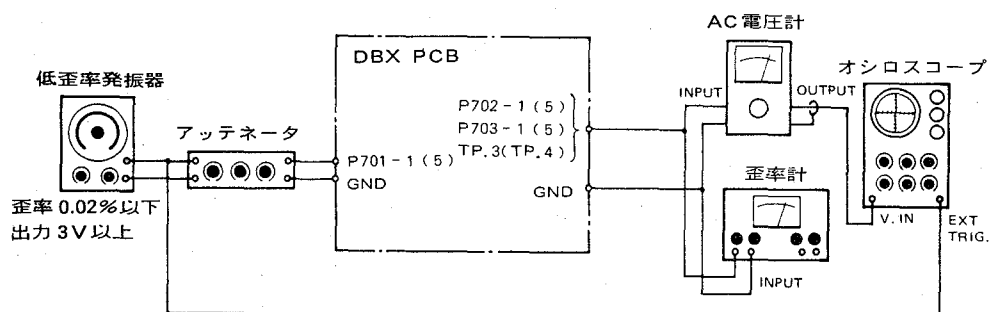
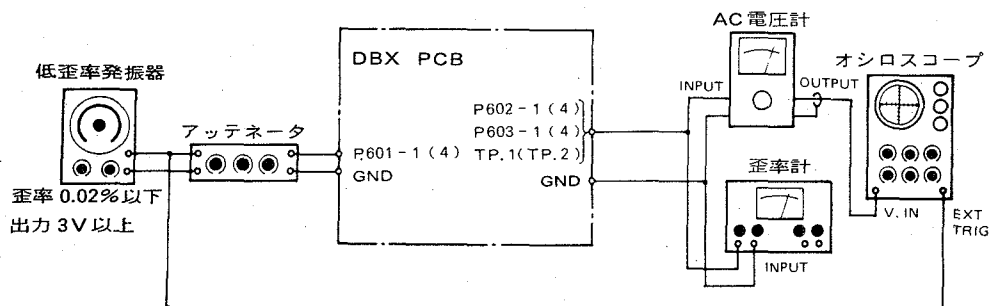
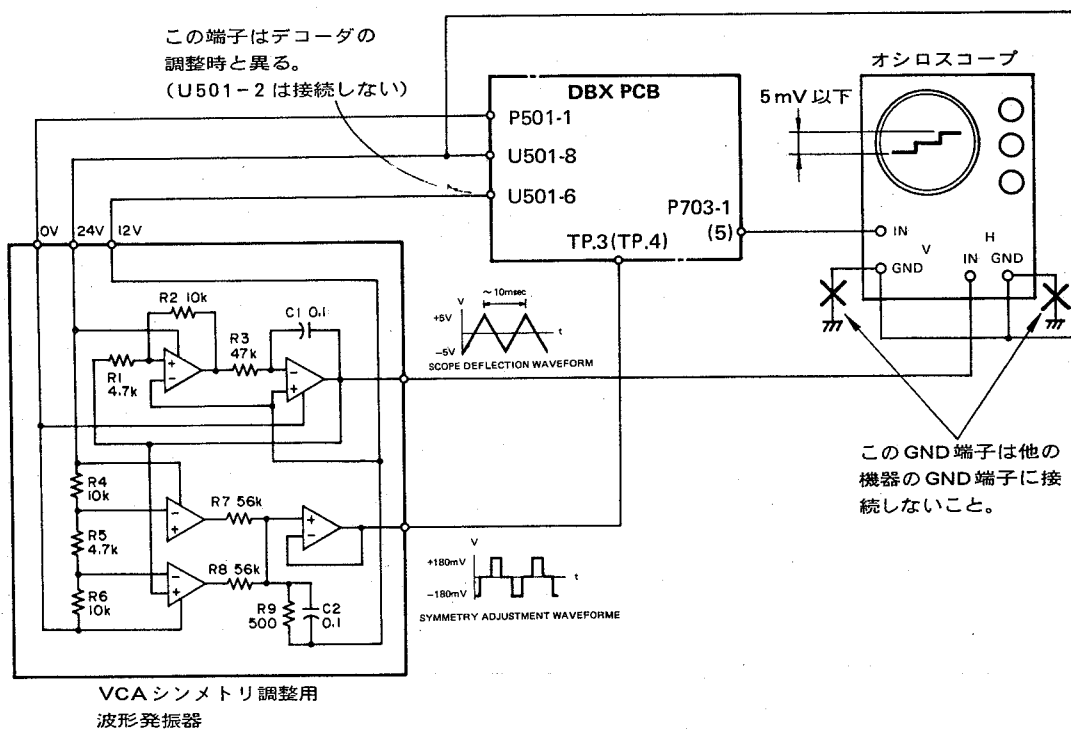
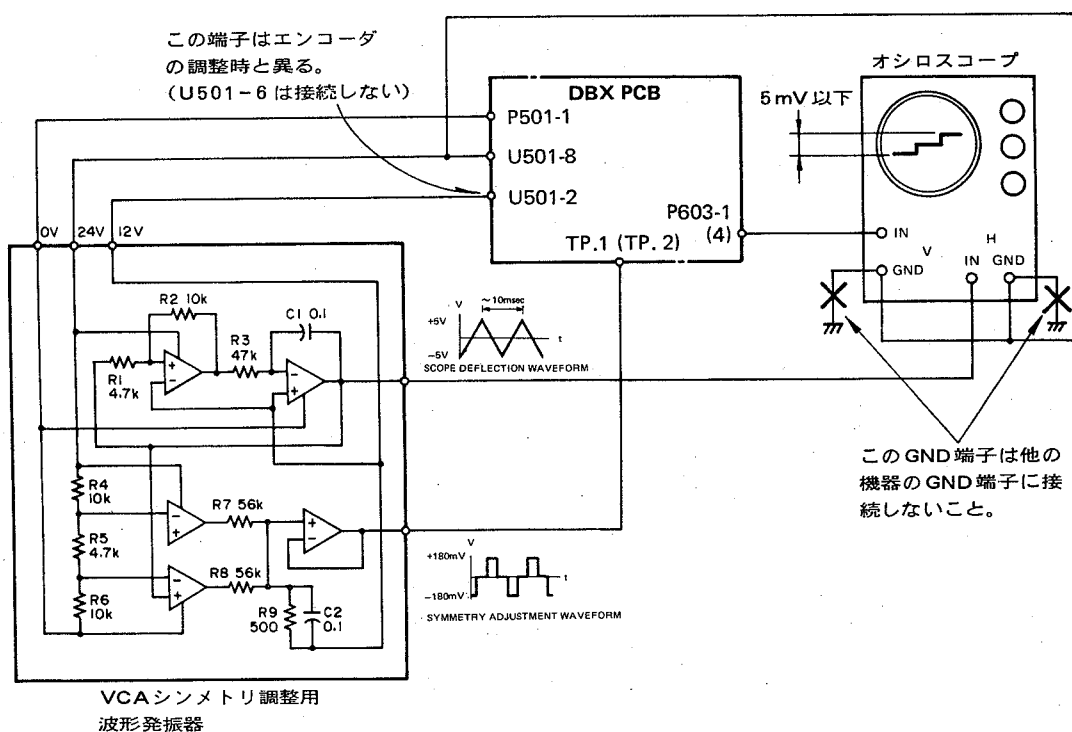

図21 エンコーダ調整時の接続
図22 デコーダ調整時の接続
図 23 VCA シンメトリ調整の接続 (エンコーダ)
図 24 VCA シンメトリ調整の接続 (デコーダ)
- P 701 ~ P 703 の線材を外し、図21のように測定器を接続する。(各コネクタのピン1はLch, ピン5はRch)
- P 701 - 1 (5) に 100 Hz の入力を加え、P 702 - 1 (5) の出力が 300 mV になるよう入力レベルを調整する。
- P 701 - 1 (5) に 1 kHz の入力を加え、P 702 - 1 (5) の出力が 300 mV になるよう入力レベルを調整する。
- 次に P 703 - 1 (5) の出力レベルが 300 mV になるよう R 737 (R 738) を調整する。
- 測定器を図23のように接続する。
- 測定器の接続を図21に戻す。
- 入力信号を 100 Hz, 10 kHz としたとき、R 703 - 1 (5) の出力がそれぞれ 212 mV ~ 238 mV, 165 mV ~ 185 mV であることを確認する。
- 5 項の状態から入力信号を 1 kHz / 300 μV にしたとき P 703 - 1 (5) の出力が 8.95 mV ~ 10.1 mV であることを確認する。(1 kHz バンド・パス・フィルタを使用して測定すること)
- 5 項の状態から入力信号を 1 kHz / 3 V にしたとき、P 703 - 1 (5) の出力が 895 mV ~ 1.01 V であることを確認する。
- P 601 ~ P 603 の線材を外し、図22のように測定器を接続する。(各コネクタのピン1はLch, ピン4はRch) 図23
- P 601 - 1 (4) に 100 Hz の入力を加え、P 602 - 1 (4) の出力が 300 mV になるよう入力レベルを調整する。
- P 601 - 1 (4) に 1 kHz の入力を加え、P 602 - 1 (4) の出力が 300 mV になるよう入力レベルを調整する。
- 次に P 603 - 1 (4) の出力レベルが 300 mV になるよう R 637 (R 638) を調整する。
- 測定器を図24のように接続する。
- 測定器の接続を図22に戻す。
- 入力信号を 100 Hz, 10 kHz としたとき、P 603 - 1 (4) の出力がそれぞれ 475 mV ~ 599 mV, 789 mV ~ 993 mV であることを確認する。
- 5 項の状態から入力信号を 1 kHz / 9.48 mV にしたとき P 603 - 1 (4) の出力レベルが 267 μV ~ 336 μV であることを確認する。(1 kHz バンド・パス・フィルタを使用して測定すること)
- 5 項の状態から入力信号を 1 kHz / 948 mV にしたとき P 603 - 1 (4) の出力レベルが 2.67 V ~ 3.37 V であることを確認する。